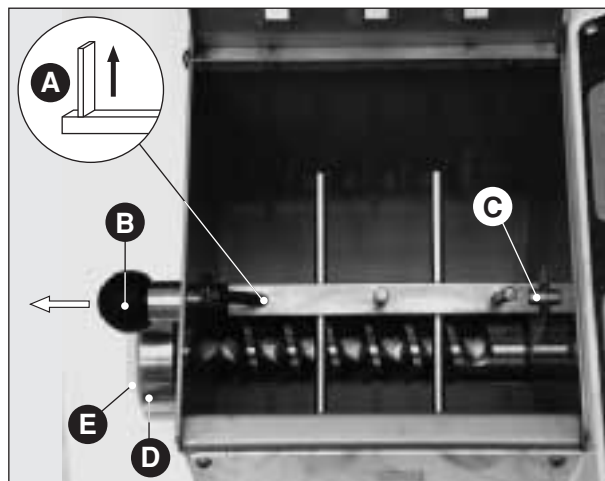

Fig. 13
- Malaxeur: s'assurer que la pale extérieure est en position verticale haute (**Fig. 13 A**) (on ne peut démonter la pièce que dans cette position). Démontez le malaxeur, tirez le pommeau (**Fig. 13 B**) jusqu'à ce que le malaxeur se déboîte; désengager l'arbre carré de son logement (**Fig. 13 C**) et tourner simultanément l'extrémité externe vers le haut. Pour le montage de la pièce, opérer dans le sens inverse en faisant attention à aligner le siège central de l'arbre avec le centreur du support mobile; puis relâcher le pommeau.
- Douille (**Fig. 13 D**) et filière (**Fig. 13 E**): dévisser la douille à la main, en faisant attention dès que la douille sort de son logement à ne pas faire tomber les pièces (il ne faut pas se faire mal, ni endommager les pièces).
- Vis de sélection (**Fig. 13 F**): une fois que la douille est démontée avec la filière, on peut extraire la vis de sélection facilement en la prenant par l'extrémité interne et en la poussant en-dehors de la spirale.